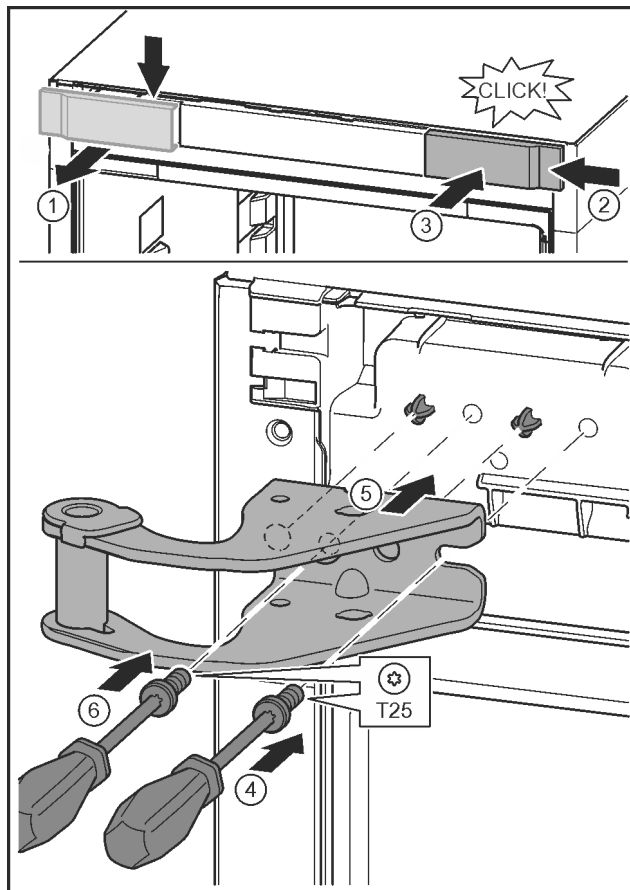

Fig. 14
- ▶ 松开盖板并从侧面取下。 Fig. 14 (1)
- ▶ 将盖板旋转 180° 至另一侧从右边挂上。 Fig. 14 (2)
- ▶ 插入盖板。 Fig. 14 (3)
- ▶ 用 T25 螺丝刀装上螺钉。 Fig. 14 (4)
- ▶ 装上上方的托架。 Fig. 14 (5)
- ▶ 旋紧螺钉。 Fig. 14 (4)
- ▶ 用 T25 螺丝刀安装并旋紧螺钉。 Fig. 14 (6)